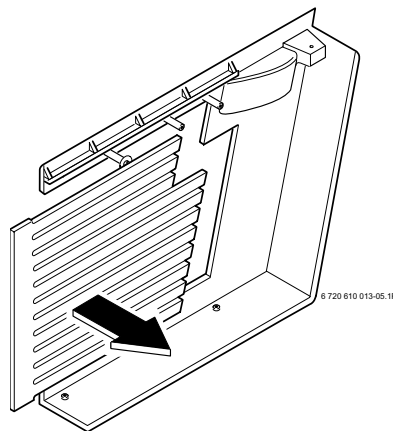

Bild 4
- ▶ Bei einer **seitlichen** Montage des Warmwasserspeichers: Betroffenes Seitenteil vorsichtig ausbrechen und entgraten (siehe Bild 4)
- ▶ Wenn der am Heizgerät montierte Trichtersiphon nicht mit dem beiliegenden übereinstimmt: Trichtersiphon (10) und Ablaufrohr (11 oder 12) tauschen.
- ▶ Aufkleber (9) gut sichtbar aufkleben.
Betroffenes Seitenteil vorsichtig ausbrechen und entgraten (siehe Bild 4)